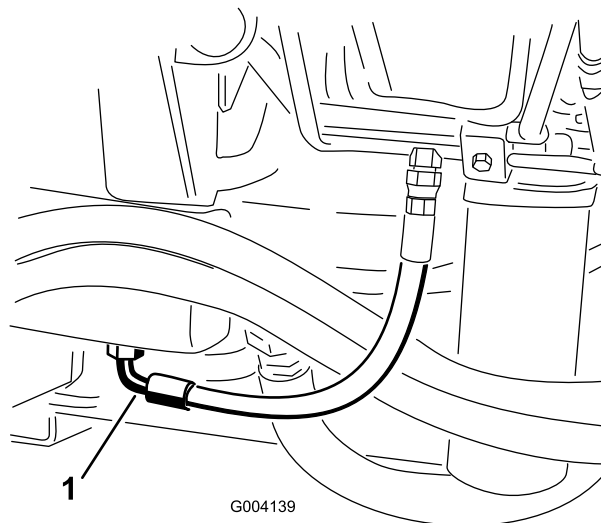

図 58
2. タンク 図 58の下についているフィッティングの下に、オイルを受ける大型の容器を置く。